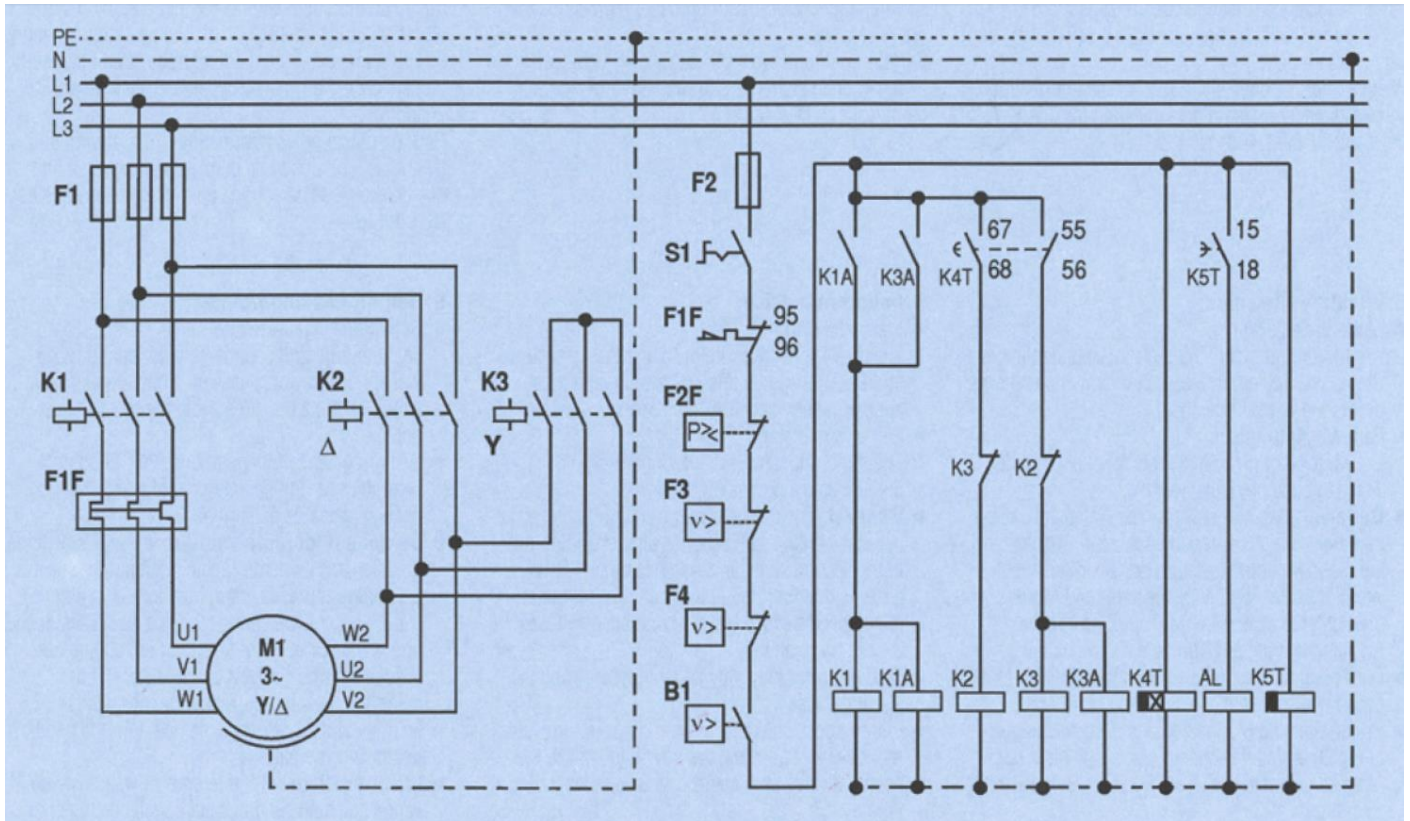

Рис. 3 Пример схемы подключения при пуске по принципу звезда-треугольник и разгрузкой пуска
- Необходимо подключить термостат последовательно в цепи управления таким образом, чтобы компрессор отключался при его срабатывании (см. Рис. 3 и 4).